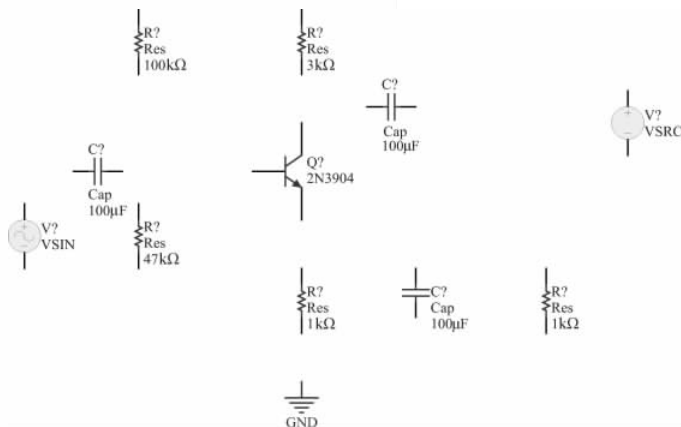

图 3-79 放置元器件和信号源
(1) 从 Miscellaneous Devices.IntLib 库中分别找到名字为 Res1 的电阻元器件、名字为 Cap 的电容元器件、名字为 2N3904 的晶体管(必须选择 Model Type 为 Simulation 的元器件),并将其按照图 3-79 所示的位置进行放置。
(2) 从 Simulation Sources.IntLib 库中找到名字为 VSRC 和 VSIN 的元器件,并按照图 3-79 所示的位置进行放置。
(3) 单击 AD 主界面下工具栏内的  按钮,将 GND 按照图 3-79 所示的位置进行放置。